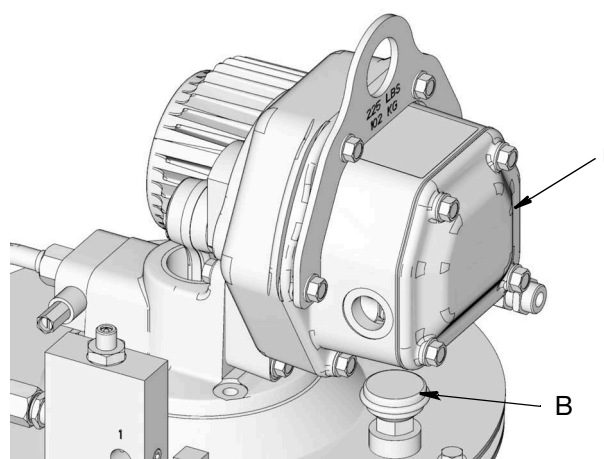

Рис. 12
ПРИМЕЧАНИЕ. Когда насос (A) установлен правильно, дыхательный клапан резервуара (B) находится ниже блока управления (r), как показано на Рис. 12.